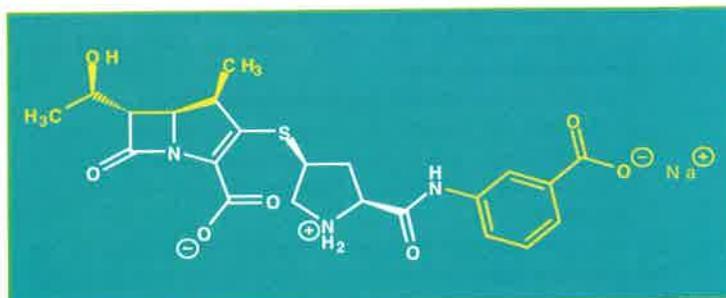

Figure 2 - La molécule d'Invanz (ertapénème sodique).
Le site de Mirabel s'estime bien placé et pose sa candidature. Il dispose non seulement de sa compétence de la technologie des **isolateurs**, mais également de celle de l'utilisation de **lyophilisateurs**, une technologie déjà utilisée pour la fabrication de collyres. Il faut dire que la matière active de l'Invanz – l'*ertapénem*, dont la formule chimique est donnée dans la figure 2 –, est particulièrement sensible à la température ambiante et à l'eau.
- Pour aller à l'encontre de l'intuition, l'expérience doit avant tout faire appel au vécu du public auquel elle est proposée, ou plus exactement être adaptée à son cadre de référence3. Le matériel qu'elle met en jeu doit en particulier pouvoir être facilement identifié et permettre une mobilisation rapide des connaissances antérieures. Par exemple, dans une expérience contre-intuitive basée sur l'effet Venturi (voir *figure 2* et référence [4]), l'utilisation d'un sèche-cheveux plutôt que d'une trompe à eau permettra au public non
Figure 2 - Exemple d'expérience contre-intuitive illustrant l'effet Venturi : la « lévitation » très stable d'une balle dans le flux d'air d'un sèche-cheveux (Ébulliscence, Vaulx-en-Velin, janvier 2001).
Dans l'expérience de lévitation de la balle représentée sur la *figure 2* par exemple, il est utile de placer en premier lieu dans le flux d'air, non pas la balle, mais de petits copeaux de polystyrène expansé ou des boules de cotillons, afin que le public se rende bien compte que le phénomène « normal » est l'expulsion des objets hors du courant d'air. De même, avant de placer la limaille de fer sur la flamme du bec Bunsen